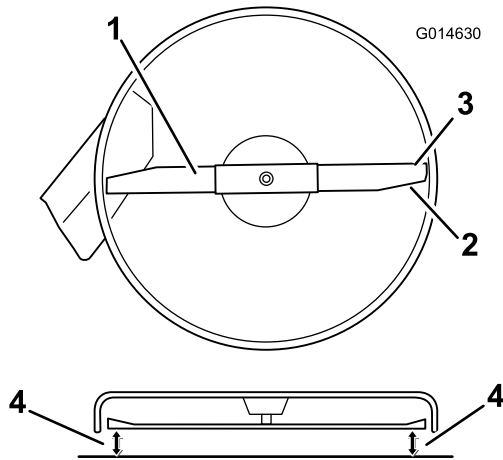

Figura 49
4. Ruotate con cautela la lama da un lato all'altro (Figura 49).
5. Misurate la distanza tra i taglienti esterni e la superficie piatta (Figura 49). Se entrambe le misure non rientrano nella tolleranza di 5 mm è necessario regolare; proseguite l'operazione.